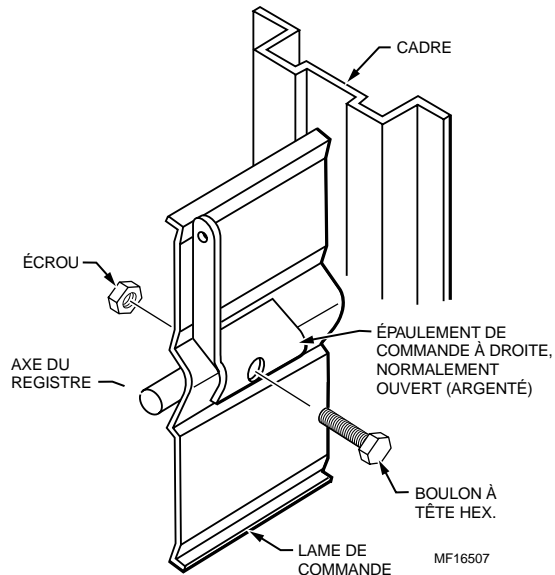

Fig. 3. Montage de l'épaulement de commande d'un appareil normalement ouvert.
- 14004313-002 Ensemble à axe de commande à épaulement à droite (Fig. 3) (pour montage interne d'un appareil normalement ouvert).